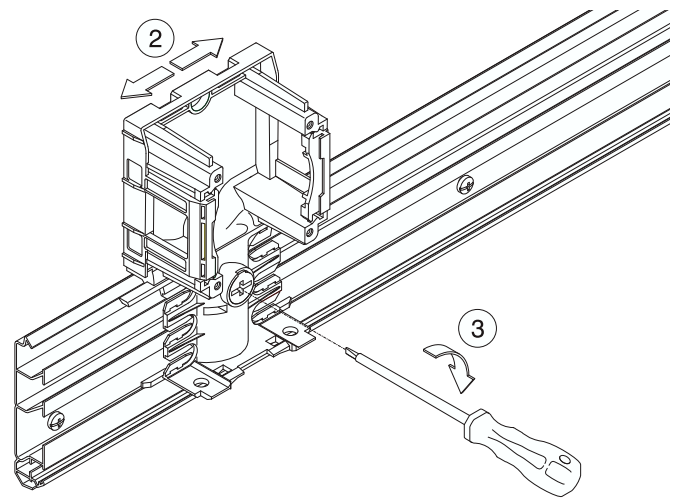

Abbildung 2
2. Geräteträger fixieren (Abb. 2)